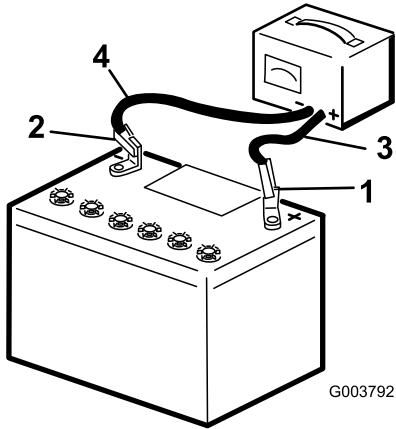

Figura 79
3. Collegate il cavo negativo del caricabatteria al morsetto negativo della batteria (Figura 79).
5. Quando la batteria è completamente carica, staccate il caricabatterie dalla presa elettrica e scollegate i cavi di ricarica dai morsetti della batteria (Figura 79).